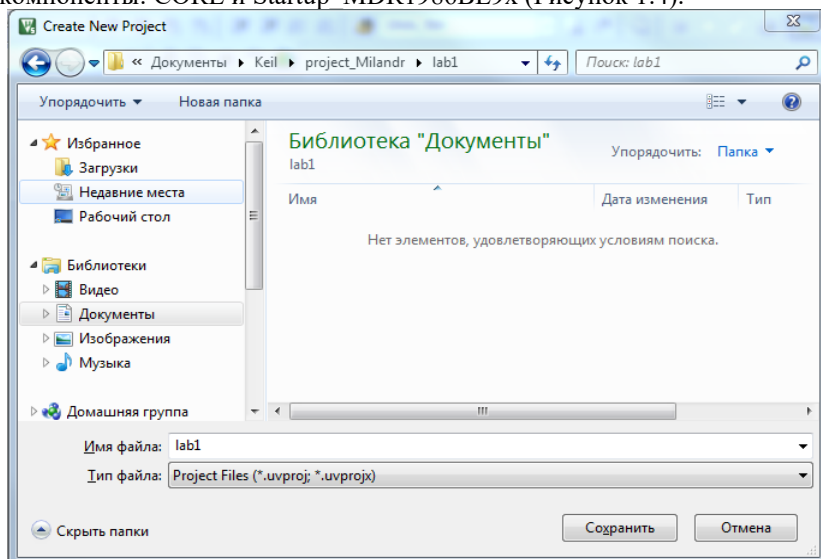

Рисунок 1.2
3. В открывшемся диалоговом окне выбрать папку, где будет находиться проект и указать его имя (Рисунок 1.2).